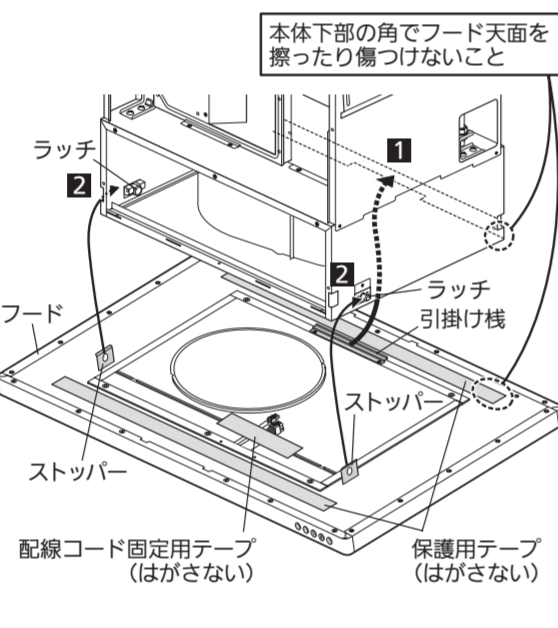

図4-6-1
1) フード後側の引掛け線を本体後側に引っ掛けます(図4-6-1)。